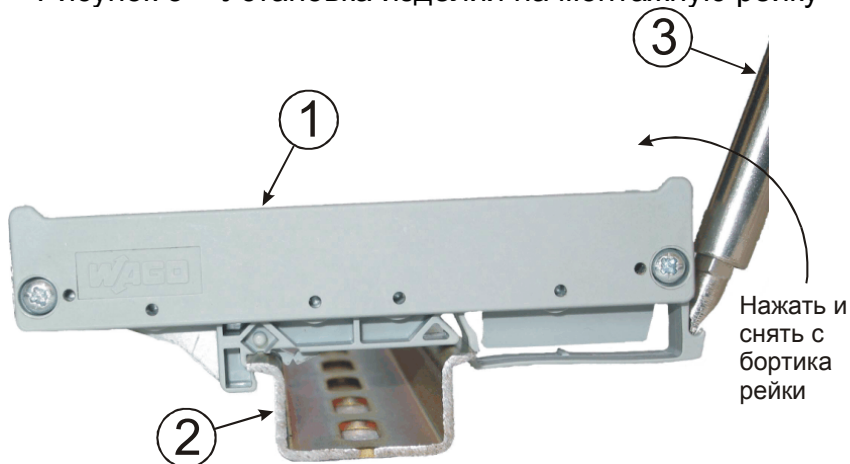

Рисунок 4 – Снятие изделия с монтажной рейки
- перед снятием изделия [1] с монтажной рейки [2] (см. рис. 4)